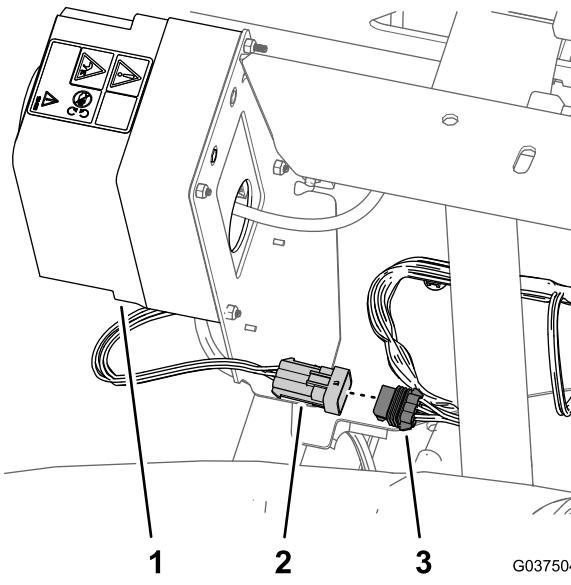

图5
1. 在打药车药缸的背面找到喷枪套件或电动软管卷套件的线束图5。
2. 将喷枪套件或电动软管卷线束的 6 针接头与后线束的 6 插槽断开 图5。